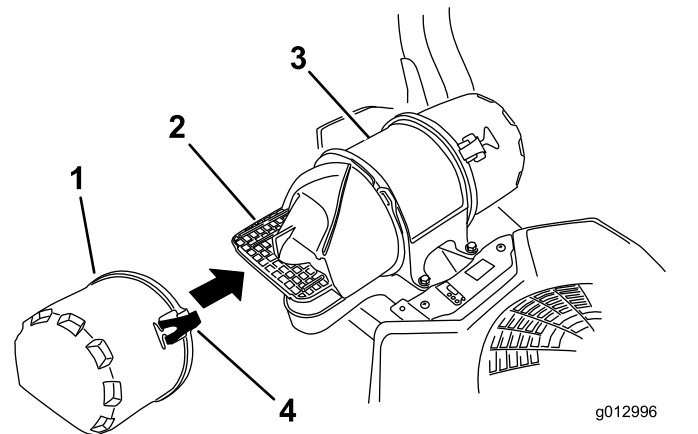

Bild 27
3. Lösen Sie die Riegel am Luftfilter und ziehen Sie die Lufteinlassabdeckung vom Luftfiltergehäuse ab (Bild 27).
5. Montieren Sie die Lufteinlassabdeckung und befestigen Sie diese mit den Laschen (Bild 27).
4. Montieren Sie die Luftfilter Abdeckung und befestigen Sie diese mit den Laschen (Bild 27).